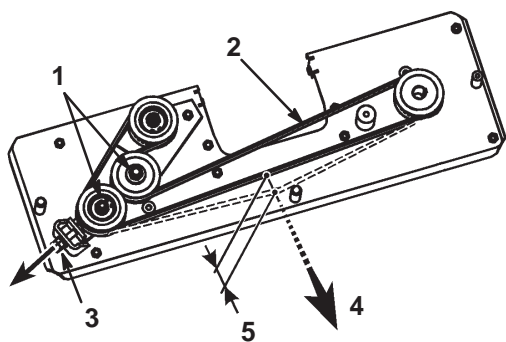

Figure 37
- Desserrez les 2 écrous hex. sur la poulie de tension (Fig. 37).
- Réglez l'écrou M10 jusqu'à ce que la courroie présente une flèche de 5 mm quand elle est soumise à une force de 30 N (Fig. 37).